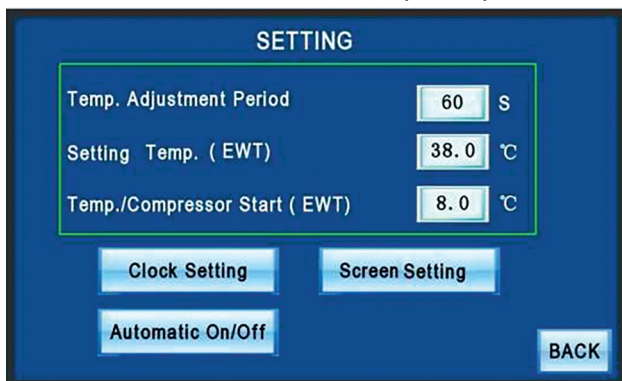

Рисунок 5.3. Экран установка пользовательских параметров
- ① В пункте Restart Delaying [Задержка перезапуска] должно отображаться NO [НЕТ]. Если отображается YES [ДА], это означает, что условие задержки включения не выполнено.
- ② В пункте Water Temp. Allow Compressor Start [Температура воды допускает включение компрессора] должно отображаться YES [ДА]. Если отображается NO [НЕТ], это означает, что текущая температура не удовлетворяет условиям включения компрессора. См. рис. 5.3.
- ③ В пункте Time for Oil Heating [Время подогрева масла] должно отображаться «0». Если отображаемое значение больше 0, это означает, что масло в блоке еще подогревается.